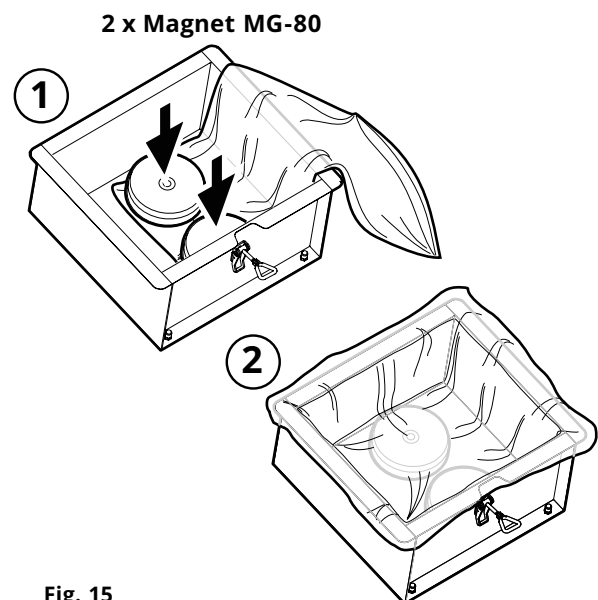

Fig. 15
6. Einen neuen Staubbeutel CFE PSW3 ordnungsgemäß in den Staubsammelbehälter einsetzen (**Fig. 15**).